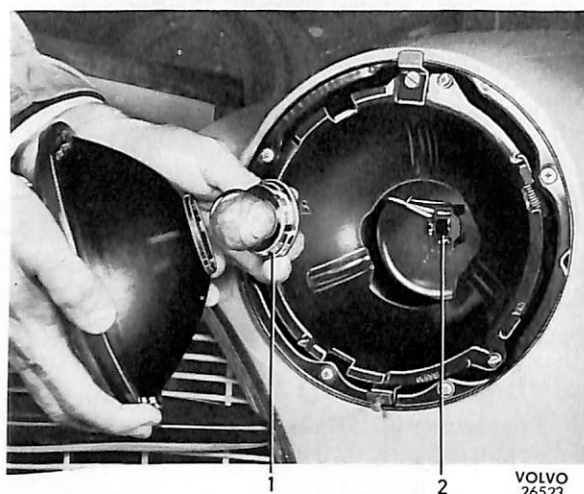

Bild 70. Montering av glödlampa (asymmetriskt ljus).
3. Montera den nya glödlampor. Detta utföres för asymmetriska strålkastare enl. bild 70. För asymmetriska insatser placeras glöd-